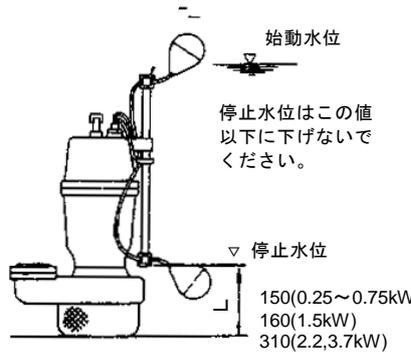

図 4
- 9) 自動形ポンプ (DNA 型) は図 4 の通りにフロート位置を設定してください。なお、フロートスイッチが水槽の壁面や配管などに接触すると、フロートが動かなくなり、ポンプが始動停止しない事がありますので障害物から離してください。